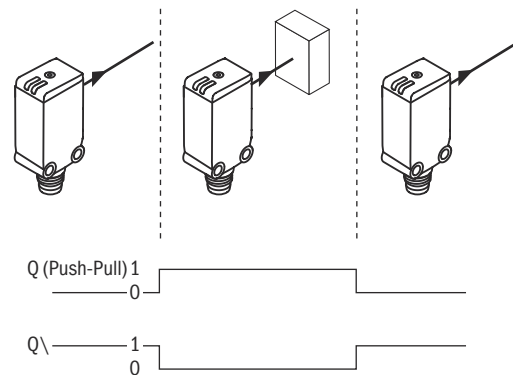

Abbildung 7: Schaltverhalten
- Zum Einstellen des Schaltabstands die Einfach-Teach-in-Taste so lange gedrückt halten, bis die gelbe LED beginnt, langsam zu blinken. Es wird empfohlen, den Schaltzustand im Objekt zu platzieren, siehe z. B. Abbildung oben. Nach dem Anpassen des Schaltabstands wird das Objekt aus dem Strahlweg genommen, was zur Ausblendung des Hintergrunds und zum Umschalten des Schaltausgangs führt (siehe Abbildung 7, Seite 13).
Wenn sich der Schaltausgang nicht entsprechend der obigen Tabelle verhält, die Einsatzbedingungen prüfen, siehe Abbildung 7, Seite 13.